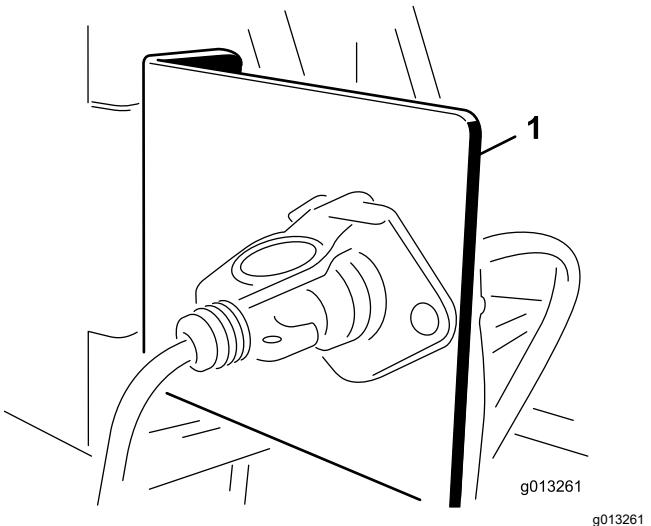

Figura 11
1. Monte o suporte da tomada num ponto fixo na traseira do veículo de reboque utilizando um dos suportes de montagem fornecidos (Figura 11).